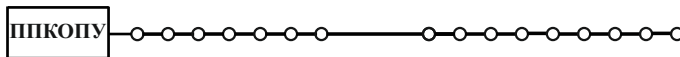

Рисунок 3
1.4.4 В приборе имеется одно переключающиеся реле (Выход 1), два нормально-разомкнутых контакта (Выход 2, Выход 3) и два выхода с контролем целостности цепей (Выход 4, Выход 5) (см. рисунок 3). Настройка логики включения производится с помощью ПО «FireSec Администратор».
Оптимальная физическая топология АЛС – шина (см. рисунок 3).